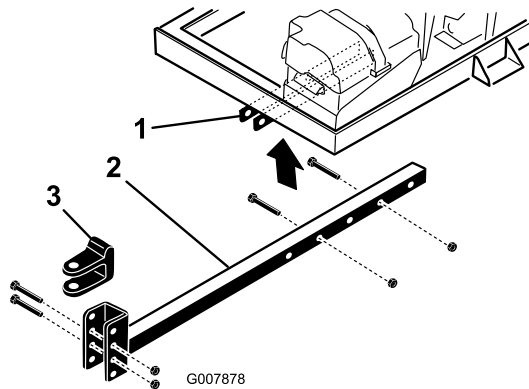

Figura 4
2. Inserite il tubo dell'attacco di traino nelle staffe del telaio (Figura 4). Fissate il tubo al telaio con 2 bulloni ( $\frac{3}{8}$ " x 3") e dadi flangiati ( $\frac{3}{8}$ " e serrate a 40 N·m.
- Togliete i bulloni e i dadi di bloccaggio che fissano l'uncino dell'attacco di traino (Figura 4) al tubo dell'attacco di traino.
- Rimuovete i bulloni e i dadi che fissano il tubo dell'attacco di traino alle staffe del telaio (Figura 4).